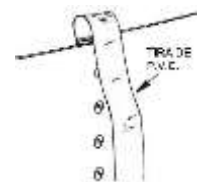

fig. 18
e) Cubra los extremos del empalme y la junta de la pared (por el interior de la piscina) además de los tornillos, con la tira de PVC para proteger el liner de la fricción con estos objetos que suelen ser la causa principal de las roturas en los liner, fig. 18. Esta tira debe de estar firmemente pegada en esta área, si es preciso, utilice cinta adhesiva o similar para sujetarla a la pared.